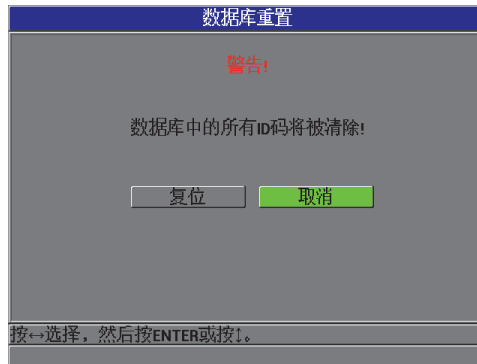

图 7-13 数据库重置 — 警告信息
2. 在**复位**子菜单中，选择**数据库**，会显示**数据库重置**警告信息（参见第 118 页的图 7-13）。